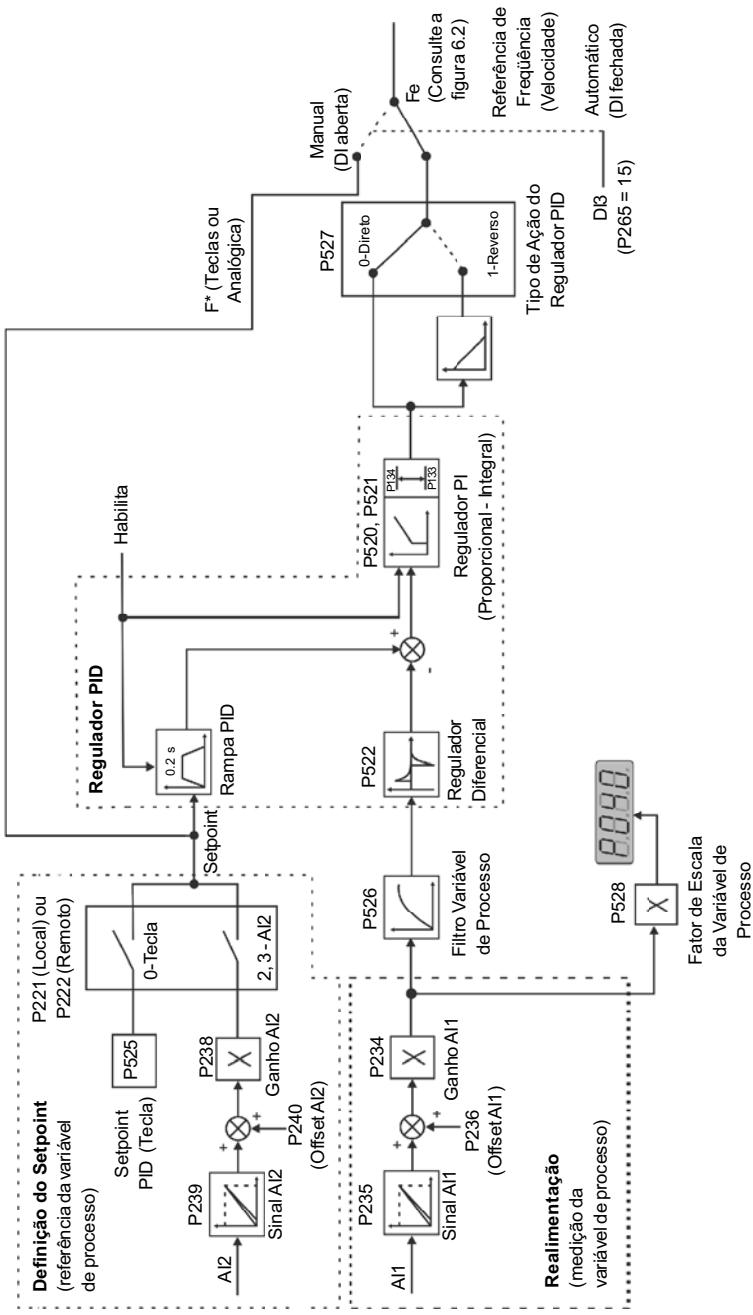

Figura 6.27 - Blokodiagramma da função regulador PID
- ☒ A figura 6.27 apresenta uma representação esquemática da função regulador PID.